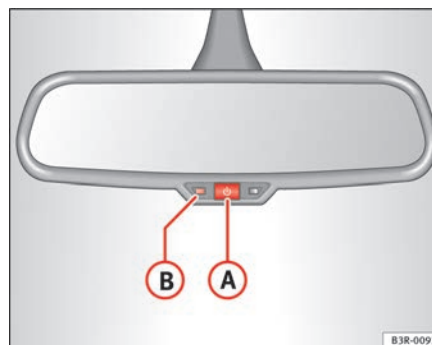

Fig. 104 Retrovisore interno con regolazione per la posizione anti-abbaglio Spia e tasto di attivazione
- Premere il tasto **(A)** ⇒ pag. 136, fig. 104. La spia **(B)** si spegne.
- Premere il tasto **(A)** ⇒ pag. 136, fig. 104. La spia di controllo **(B)** si accende.